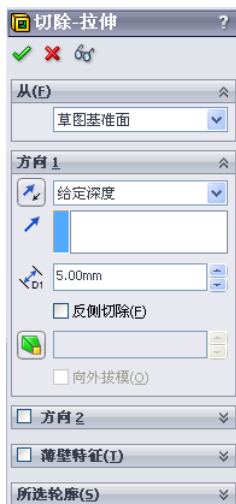
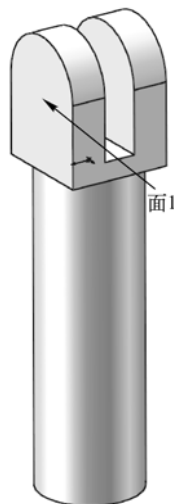

图 5-90 “切除-拉伸”属性管理器
图 5-91 拉伸切除后的结果
(7) 拉伸切除实体。选择菜单栏中的“插入”→“切除”→“拉伸”命令, 或者单击“特征”工具栏中的 (切除拉伸) 按钮, 此时系统弹出如图 5-90 所示的“切除-拉伸”属性管理器。设置拉伸终止条件为“两侧对称”, 输入拉伸距离为 5 mm, 然后单击 (确定) 按钮, 结果如图 5-91 所示。
(8) 绘制草图。在视图中用鼠标选择如图 5-91 所示的面 1 作为绘制图形的基准面。单击“草图”工具栏中的 (圆) 按钮, 绘制如图 5-92 所示的草图并标注尺寸。